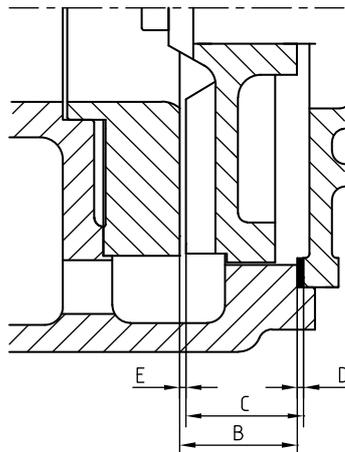

Figure 13: Espace entre la roue et la plaque d'usure.
- 2 Retirez le joint d'étanchéité (300) et nettoyez les extrémités du corps et du couvercle intermédiaire.
- 3 Mesurez la distance B entre la plaque d'usure et le corps de la pompe, voir figure 13.
- 4 Mesurez la distance C entre la roue et le couvercle intermédiaire, voir figure 13.